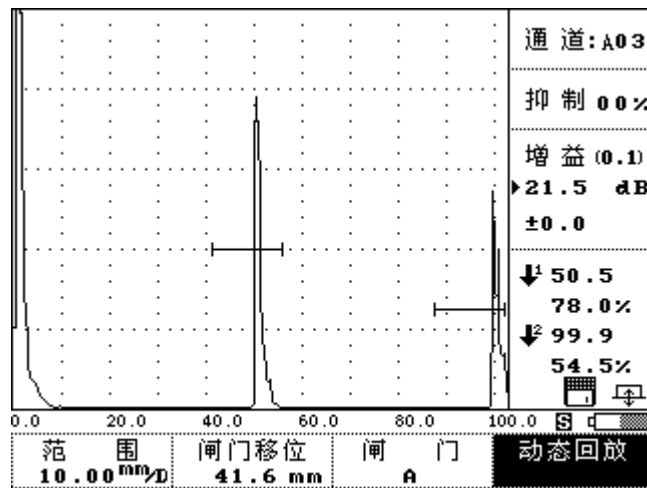

图 4-5-2
- ① 按 **闸门** 键或转动旋钮到 **扫查** 栏单击旋钮进入检测状态后，再按与动态回放栏相对应的  键或转动旋钮到 **动态回放** 栏单击旋钮，仪器滚出提示输入信息：如图 4-5-2 所示